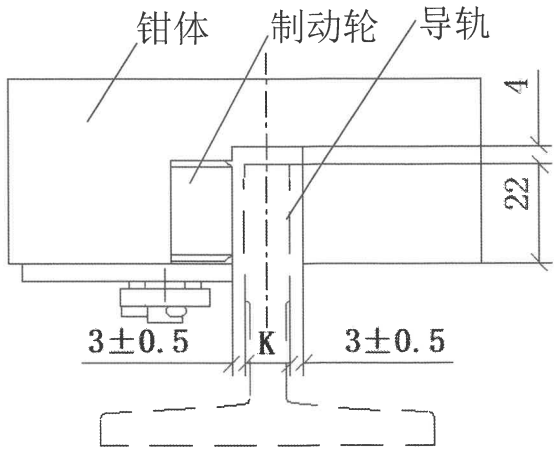

图 2
22mm(图 2)。
2.2.3. 制动轮与导轨间隙为：3±0.5mm(图 2)。